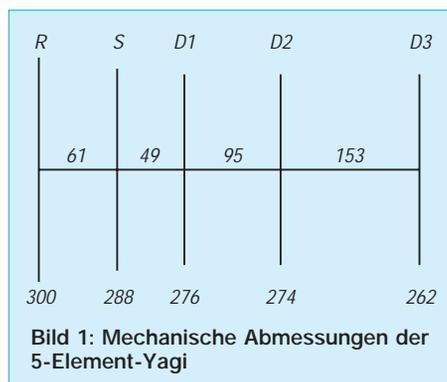

Bild 1: Mechanische Abmessungen der 5-Element-Yagi
Bandbreite erwies sich ein Element mehr als nützlich. Die zusätzliche Masse von 300 g habe ich in Kauf genommen. Nach dem Zugrundelegen von isolierten Elementen wurde anschließend nach den Angaben von DL6WU [2] auf metallisch durchdringende Tragrohrbefestigung umgerechnet. Die Praxis zeigt, daß dieser Weg offensichtlich funktioniert. Bild 1 zeigt die Abmessungen. Aus den Diagrammen (Bilder 2 und 3) werden alle elektrischen Daten deutlich, sie sprechen für sich. Auch das geplottete Strahlungsdiagramm (Bild 4) mit einer saubereren Strahlungskeule kann sich sehen lassen. Alle Nebenzügel sind mit mehr als 28 dB unterdrückt.
**Bild 1:** Frontansicht der AT100. Von links nach rechts: Schalter Bypass (gleichzeitig Ein/Aus-Schalter, LED für die Ein-Anzeige, Verstärkungs-Potentiometer, Drehkondensator zur Abstimmung, Bandschalter). In der Mitte der Oberseite die Teleskopantenne.